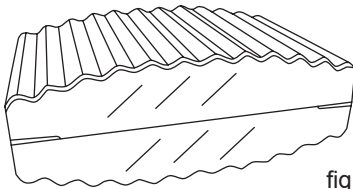

fig. 11
3. Trek de dooiwaterafvoerlengter onder in de kast naar buiten en zet er een bak onder (fig. 11). Leg een in warm water verwarmde doek enkele minuten rond de dooiwaterslang als deze bevroren is.